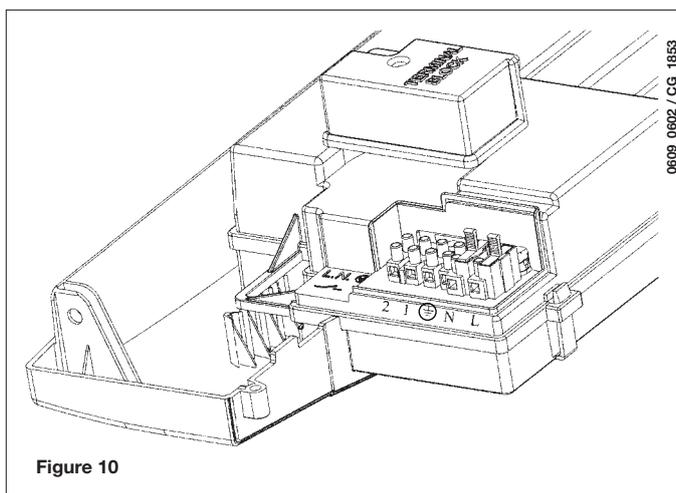

Figure 10
- * enlever le couvercle afin d'accéder aux branchements électriques (figure 10).
- accéder à la plaque à bornes d'alimentation (figure 10) ;
- relier les fils du thermostat d'ambiance aux bornes (1) et (2) ;
Dans le cas d'absence du thermostat d'ambiance, relier les bornes 1-2 de la boîte à borne M1 de la chaudière (figure 10).